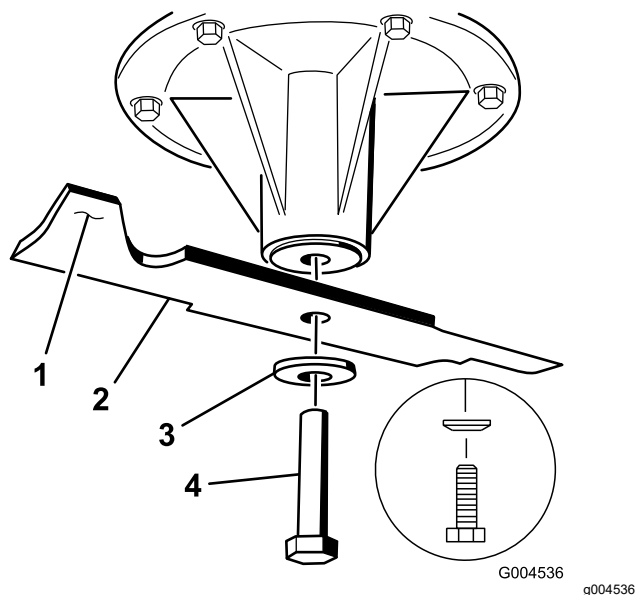

Figure 86
1. Reposez sur les axes, les lames gauche et centrale, les rondelles bombées et les boulons de lame (Figure 86 et Figure 87).
Remarque: Orientez le cône de la rondelle bombée vers la tête du boulon (Figure 86).
2. Posez sur l'axe, la lame droite, la rondelle bombée et le boulon (fileté à gauche) (Figure 86 et Figure 87).